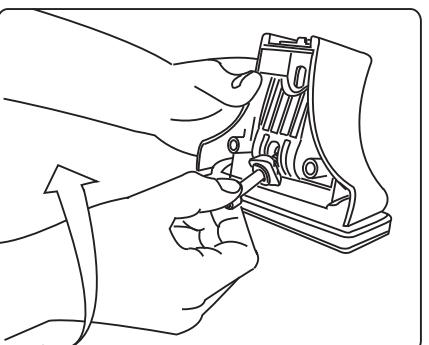

Рис.6
5. Открутите болт с шайбой (рис.6).